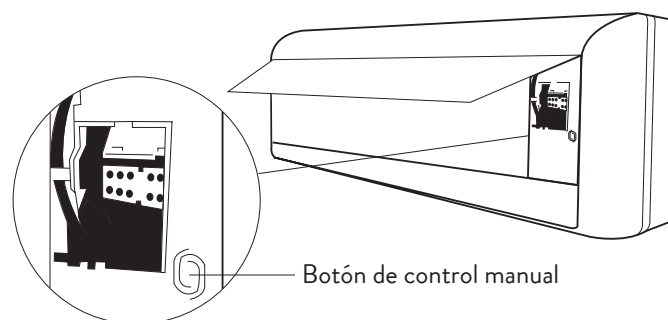

Fig. 8.1
2. El botón de control manual está ubicado en el lado derecho de la unidad. Presiónelo 2 veces para seleccionar el Modo Refrigeración. Vea la Fig. 8.1.